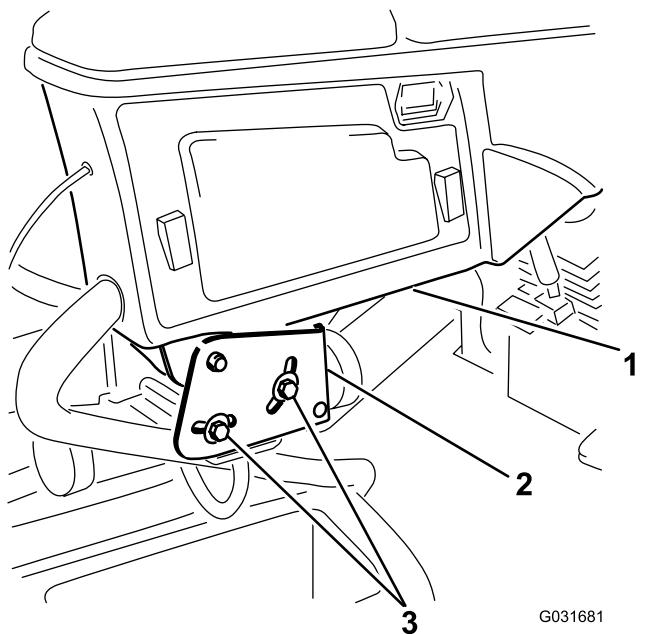

Рисунок 4
- Ослабьте два болта крепления рычага управления к крепежному кронштейну (Рисунок 4).